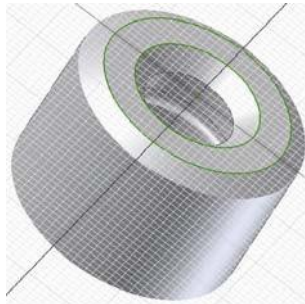

Рисунок 6.3 – Эскиз
- Вызовите команду **Повернуть** из стандартной панели и сориентируйте модель как показано на рис. 6.3.
- Выберите команду **Эскиз** и выполните щелчок левой клавишей мыши на верхней плоскости полученной модели. При этом появится сетка (рис. 6.3).